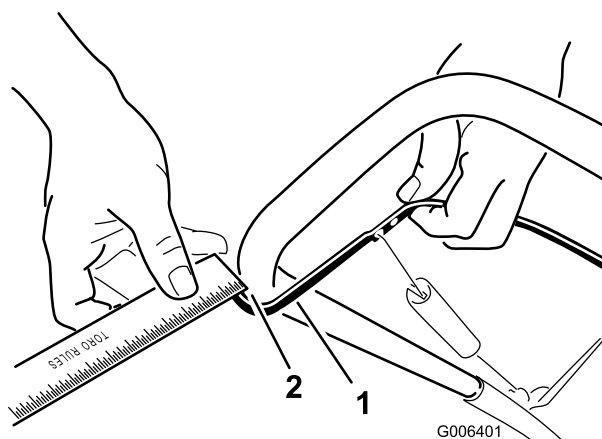

Figure 21
Rapprochez la barre de commande du guidon pour tendre le câble de commande (Figure 21).
Remarque: Vérifiez que la barre de commande et le guidon sont espacés de 2 à 3 mm (Figure 21).
2. Accrochez le raccord en Z à un trou plus haut ou plus bas sur la biellette de réglage de manière à obtenir un écart de 2 à 3 mm entre la barre de commande et le guidon (Figure 21).